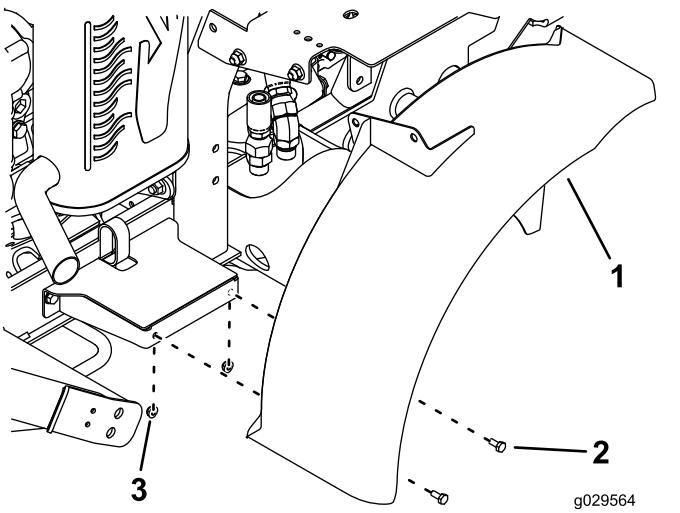

Bild 37
14. Befestigen Sie die Seite des rechten Kotflügels lose mit zwei Schrauben ($\frac{1}{4}" \times \frac{5}{8}"$) und zwei Muttern ($\frac{1}{4}"$) an der Kotflügelhalterung (Bild 37).
15. Befestigen Sie die Halterung oben am Kotflügel mit zwei Schrauben ($\frac{3}{8}" \times \frac{3}{4}"$) und zwei Muttern ($\frac{3}{8}"$) an der Halterung des Kraftstofftanks (Bild 37).